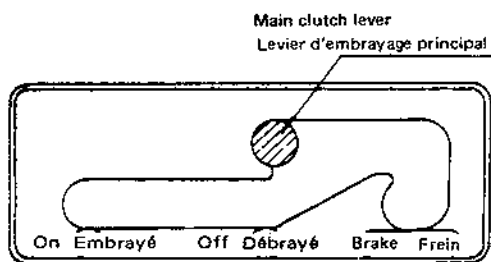

Fig. 4-2
- (4) Manipulation de l'embrayage principal. Le débrayage s'effectue en amenant le levier d'embrayage principal à la position "OFF". Le frein est actualisé en tirant l'embrayage principal jusqu'à la position "BRAKE". (Voir Fig. 4-2)
- (5) Manipulation du levier latéral. Saisir le levier d'embrayage latéral du côté vers lequel on désire tourner.
- (6) Changement de vitesse par carter de contre-chaîne